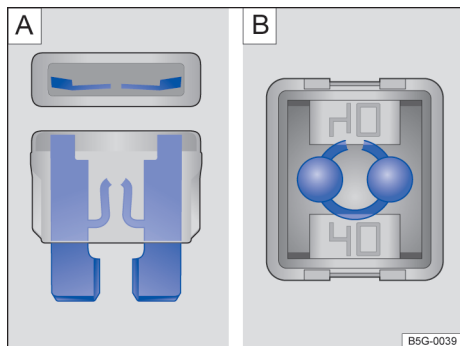

Fig. 144 Fusível queimado: **A)** fusível plano, **B)** fusível de bloqueio.
- Um *fusível plano* (ATO®, MINI®) queimado é reconhecido de cima ou de lado pela carcaça transparente nas faixas metálicas derretidas → Fig. 144 **A)**.
- Um *fusível de bloqueio* (JCASE®) queimado é reconhecido pelas faixas metálicas derretidas por cima da carcaça transparente → Fig. 144 **B)**.